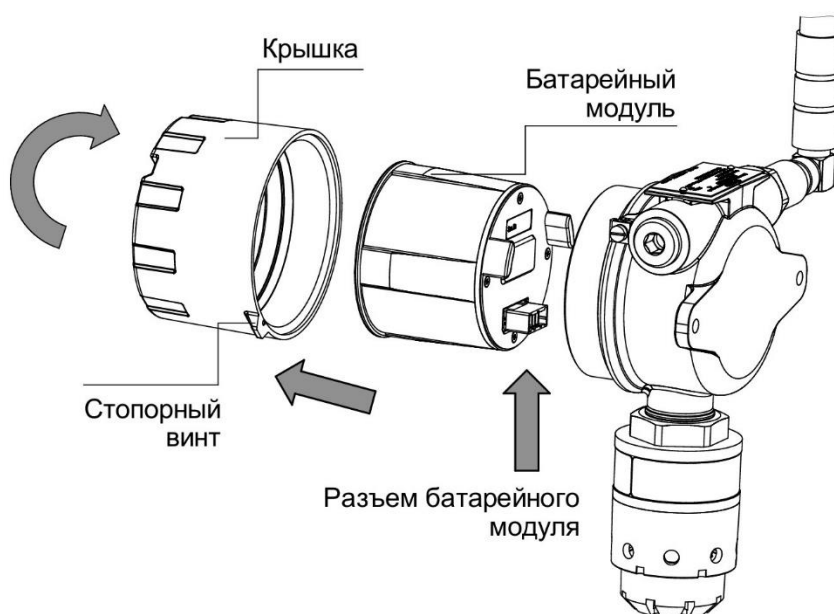

Рисунок 33 - Схема разбора газоанализатора для активации (вид сзади)
1) Ослабить стопорный винт на верхней крышке газоанализатора (рисунок 33). Открутить крышку по резьбе. Снять с газоанализатора.
3) С обратной стороны батарейного модуля снять защитную пленку с контактов разъема (рисунок 33). Защитная пленка больше не понадобится.